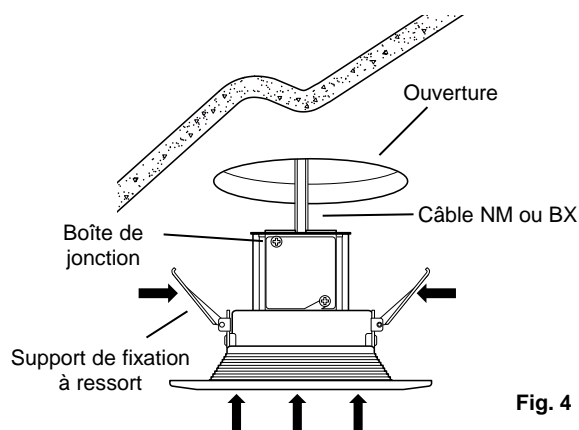

Fig. 4
7. Soulevez le luminaire encastré vers l'ouverture du plafond, tout en poussant l'excédent de câble NM dans l'ouverture. (Fig. 4)
8. Levez et serrez les supports de fixation à ressort contre les parois de la boîte de jonction, tel qu'illustré, et insérez le luminaire encastré dans l'ouverture du plafond, en faisant passer la boîte de jonction en premier. (Fig. 4)